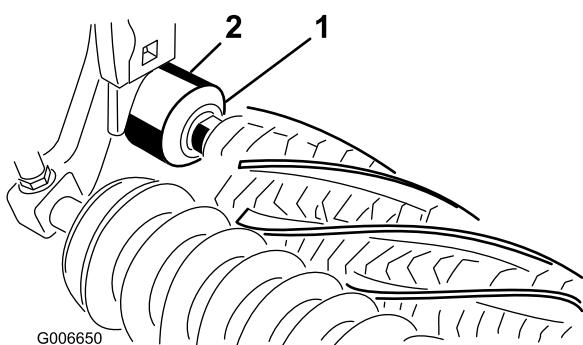

Рисунок 10
- 19. Убедитесь в том, что каждая кромка защитного уплотнения слегка касается соответствующего корпуса подшипника (Рисунок 10).